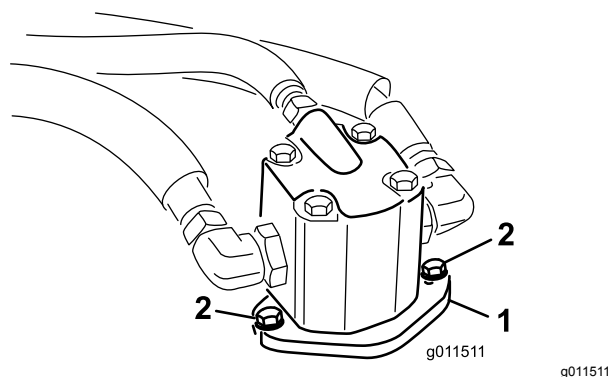

Figura 78
4. Rimuovete i bulloni che fissano il motore idraulico al piatto di taglio (Figura 78).